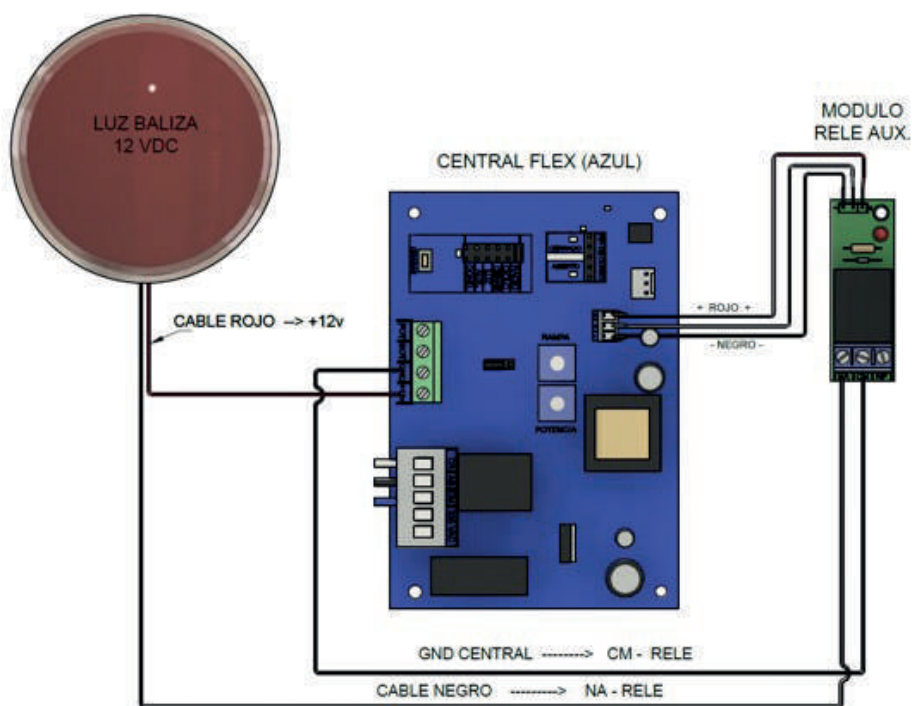

fig. 1
a) Si va a instalar una Luz de Baliza de 12 VDC con el Módulo Relé de una vía en la Central Flex (Azul) de su accionador de Portón Veloti, la conexión debe realizarse como se muestra en la fig. 1.